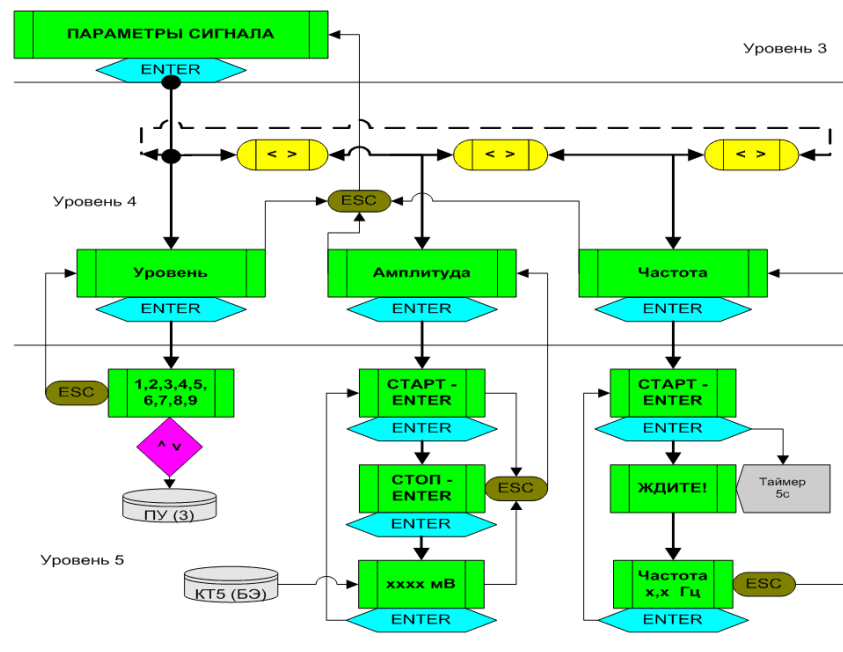

Рис. 3.2. Структурная схема раздела «**ПАРАМЕТРЫ СИГНАЛА**» системного меню ПУ
- 3.2.2.4. Раздел «**ПАРАМЕТРЫ СИГНАЛА**» при нажатии клавиши «ENTER» переходит в 3 подраздела (4-й уровень системного меню): «**Уровень**», «**Амплитуда**», «**Частота**». Переход между подразделами осуществляется с помощью клавиш «→» или «←». Переход на более высокий уровень осуществляется с помощью клавиши «ESC». На рис. 3.2. представлена структурная схема раздела «**ПАРАМЕТРЫ СИГНАЛА**».
Для измерения резонансной частоты в системном меню (основного уровня) предусмотрен раздел **«ПАРАМЕТРЫ СИГНАЛА»**, в который входят 3 подраздела (рис. 3.2.). Процесс измерения начинается с подраздела **«Амплитуда»**, в
3.2.4.3. В разделе системного меню **«ПАРАМЕТРЫ СИГНАЛА»** (рис. 3.2.) нажать клавишу «ENTER» и войти в подраздел **«Уровень»**, перейти (с помощью клавиши «→») в подраздел **«Амплитуда»**.